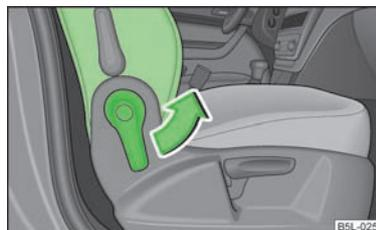

Fig. 42
- Tirer la manette dans le sens de la flèche » fig. 42 et rabattez le dossier vers l'avant jusqu'à ce qu'il s'enclenche de façon audible.